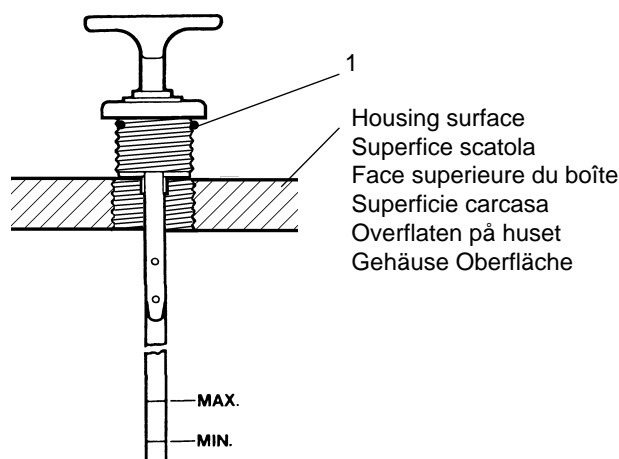

Fig. V-2
- 1.3 Insert dipstick do not screw in (figure V-2). Remove dipstick and check fluid level:
- 1.4 Check O-rings (figure V-2, item 1) for damage, replace if necessary.
- 1.3 Appoggiare l'astina senza avvitarla (fig. V-2); rimuoverla e controllare che il livello dell'olio sia tra i segni di massimo e minimo.
- 1.4 Controllare gli anelli OR (fig. V-2, pos.1) e sostituirli se necessario.
- 1.3 Enfoncer la jauge sans visser (fig. V-2), la retirer et contrôler le niveau d'huile. Le niveau d'huile doit être entre le minimum et le maximum.
- 1.4 Vérifier l'état des joints toriques (fig. V-2, position 1), les remplacer si nécessaire.
- 1.3 Meter la varilla sin ajustarla (Fig. V-2); sacarla y controlar que el nivel del aceite se encuentre entre las marcas de mínimo y de máximo.
- 1.4 Controlar los anillos OR (Fig. V-2, pos. 1) y sustituirlos si es necesario.
- 1.3 Den, Ölmeßstab in die Gehäusebohrung einstecken, nicht zuschrauben (Bild V-2), wieder herausziehen und Ölstand ablesen. Die Ölmenge muß zwischen Min.- und Max.-Markierung am Ölmeßstab sein
- 1.4 O-Ringe (Pos. 1, Bild V-2) auf Beschädigung überprüfen, gegebenenfalls erneuern.
1.7 Switch off engine and check fluid level within a short time . If necessary, top fluid level off to the dipstick mark. The fluid level on the dipstick (figure V-2, item 1) should be between the min. and max. marks.
1.7 Spegnete il motore e subito controllate il livello dell'olio; se necessario rabboccate. Il livello del fluido deve essere compreso tra i segni di max e min presenti nell'astina (fig. V-2). Ripetere l'operazione dopo un breve periodo di funzionamento.
1.7 Arrêter le moteur et vérifier à nouveau le niveau d'huile. Si nécessaire, compléter le niveau d'huile jusqu'à la marque sur la jauge. Le niveau d'huile sur la jauge (fig. V-2, position 1) devra se situer entre les marques mini et maxi.
- 1.7 Apagar el motor y enseguida controlar el nivel del aceite; si es necesario restablecer el nivel. El nivel del fluido debe estar comprendido entre las marcas de máximo y mínimo presentes en la varilla (Fig. V-2). Repetir la operación después de un breve periodo de funcionamiento.
- 1.7 Motor abstellen und erneut den Ölstand überprüfen. Falls notwendig, Öl nachfüllen. Der richtige Ölstand ist erreicht, wenn das Öl am Ölmeßstab (Pos.1, Bild V-2) zwischen der Min.- und Max.-Markierung sichtbar ist. Den Ölstand nach kurzer Anfahrzeit nochmals überprüfen.